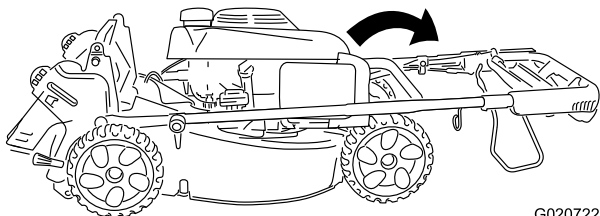

Рисунок 4
2. Осторожно перемещайте верхнюю рукоятку вперед до тех пор, пока половинки рукоятки не окажутся на одной линии и не сложаются вместе, как показано на рис. 4.